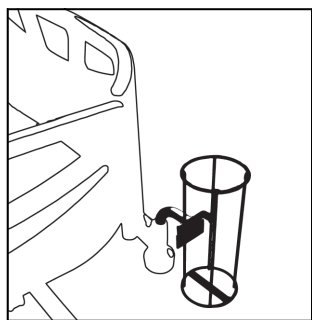
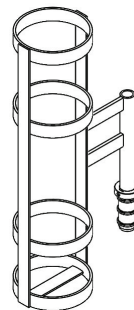

Figure 27 – Installation du porte-bouteille à oxygène (MM006)
Figure 28 – Installation du porte-bouteille à oxygène (MM061/MM062/MM063)
1. Insérer le porte-bouteille à oxygène dans l'une des deux gaines pour accessoires côté tête du lit (Figure 27, Figure 28).